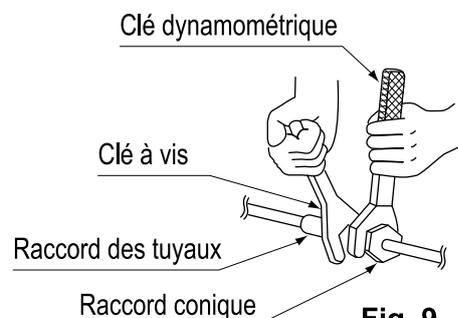

Fig. 9
- Veuillez à utiliser conjointement une clé et une clé dynamométrique, comme indiqué sur le dessin, lorsque vous assemblez ou désassemblez les tuyaux sur/de l'unité **(reportez-vous à la fig. 9)**